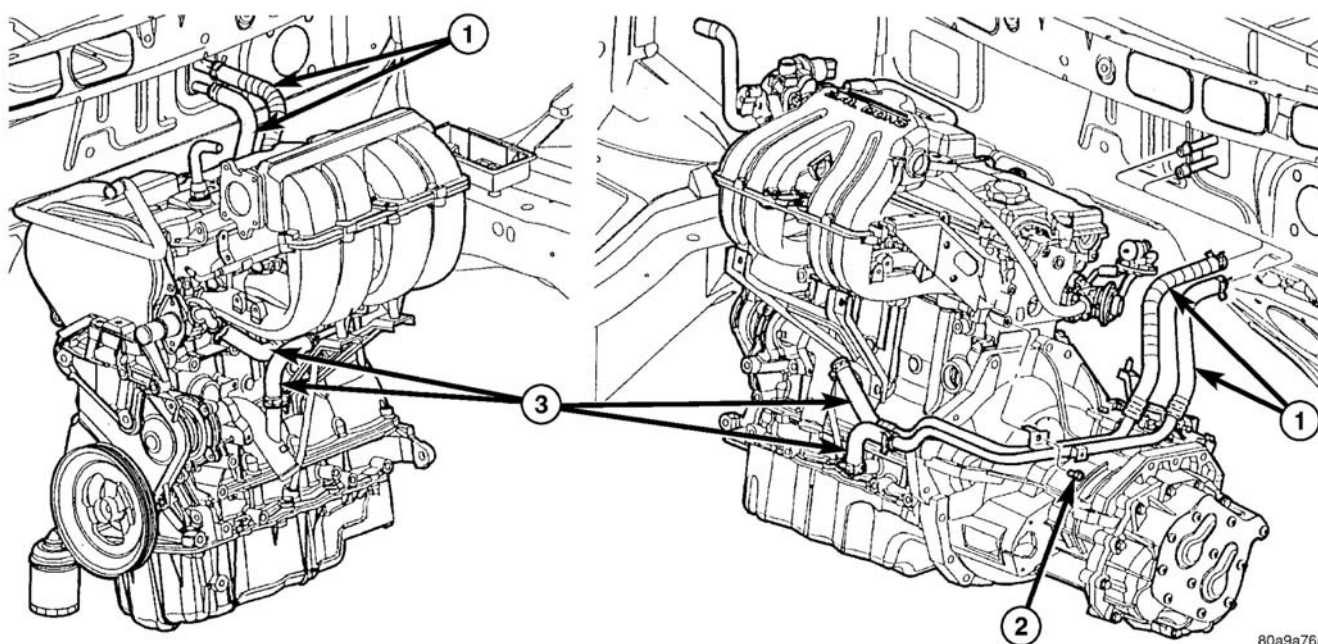

图 5 加热器软管-2.4L
（13）从加热器断开加热器软管（图 5）。
(13) 将动力转向供应管路连至泵并卸下夹断钳。
(14) 将空调压缩机软管连接至压缩机。
(15) 安装附属装置驱动皮带。（参见 7-冷却/附属装置传动/驱动皮带-安装）
(16) 安装主动轴。（参见 3-差速器与动力传动系统/半轴-安装）
(17) 安装附属装置驱动皮带防溅板。
(18) 安装前轮和轮胎。
(19) 将自动变速箱冷却器管路连接至变速桥。
(20) 连接变速桥排档连杆和线束接头。
(21) 连接加热器软管（图 5）。
(22) 安装接地带线。
(23) 连接所有的发动机和节气门体电气接线。
(24) 连接所有的真空管路。
(25) 连接节气门拉线。
(26) 连接燃油管路。（参见 14-燃油系统/燃油输送/快速连接接头-标准程序）
(27) 连接散热器下和上软管。
(28) 安装散热器风扇。（参见 7-冷却/发动机/散热器风扇-安装）
(29) 填充冷却系统。（参见 7-冷却/标准程序）
(30) 连接蓄电池导线。
(31) 安装空气滤清器和入口软管。